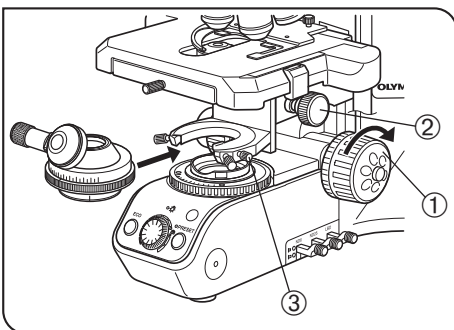

図 51
**10 コンデンサの取付け** (図 51)
- 1) 粗動ハンドル①を矢印方向に回し、ステージを上限位置まで上げます。
- 2) コンデンサ上下動ハンドル②を回し、コンデンサ受けを下限位置まで下げます。
- 3) コンデンサ固定つまみ③を十分にゆるめます。